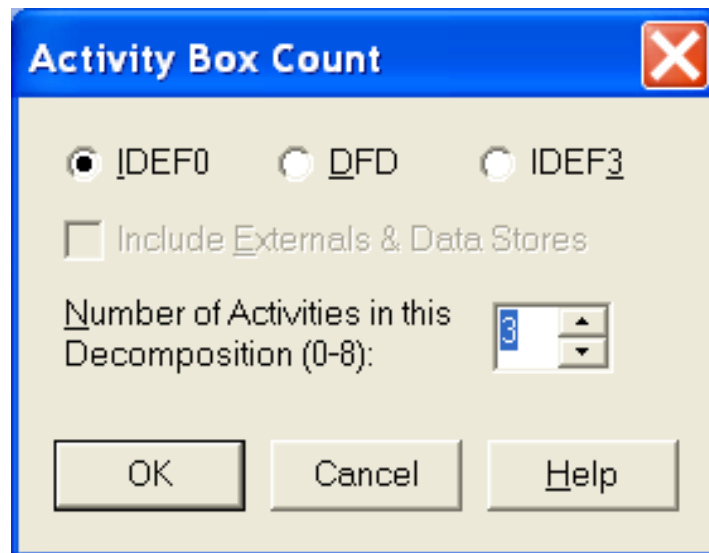

Рис. 11.6. Вікно діалогу Activity Box Count
1. Вибрати кнопку переходу на нижній рівень  на панелі інструментів і в діалозі **Active Box Count** (рис. 11.6) установити число робіт на діаграмі нижнього рівня – 3.